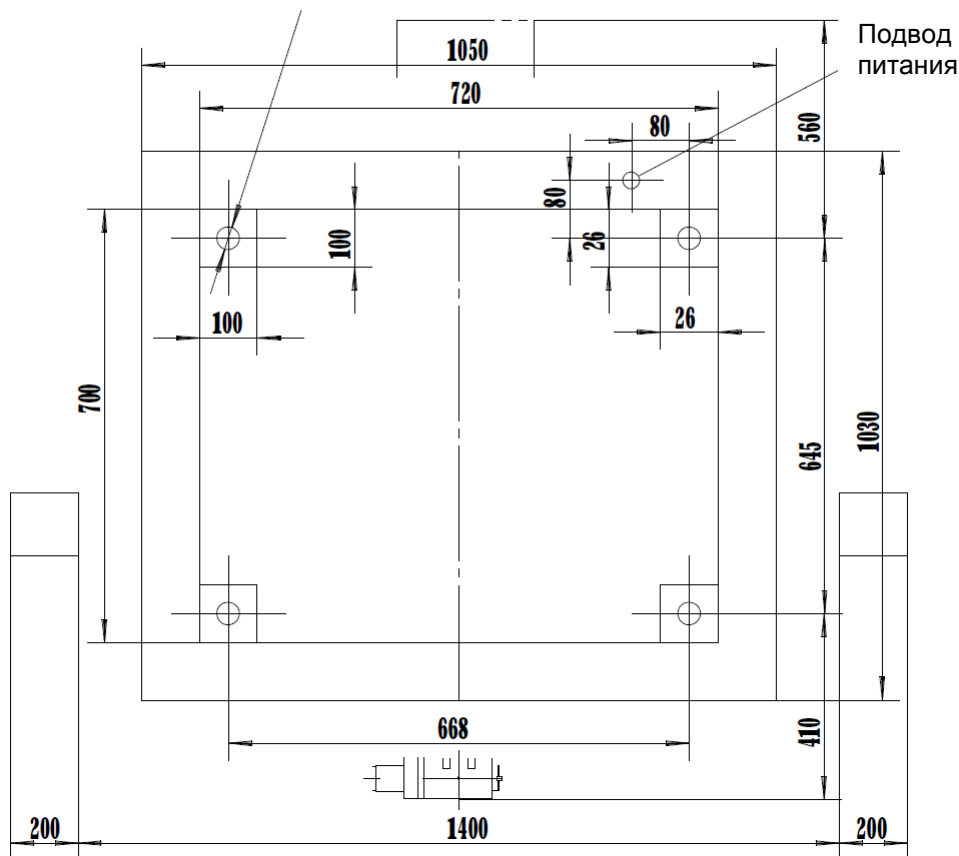

Рис.10 Фундаментный план
Станок следует устанавливать на бетонный фундамент, толщина фундамента определяется местными условиями почвы, позиции фундаментных болтов указаны на рис. 10. Чтобы обеспечить точность установки станка, допустимая ошибка в продольном и поперечном направлении составляет 0,02/100 мм по спиртовому уровню.
11.1.1 Делительная головка должна быть установлена с правой стороны горизонтального рабочего стола, а также нужно заменить некоторые детали с правого конца ходового винта продольной подачи при замене зубчатых колес. Демонтируйте маховик, гильзу, муфту, пружину, делительный диск и его опору на конце ходового винта (См. Рис. 10), передвиньте сухарь на ходовом винте в паз, расположенный на правом конце ходового винта и установите гитару, гильзу и смен-